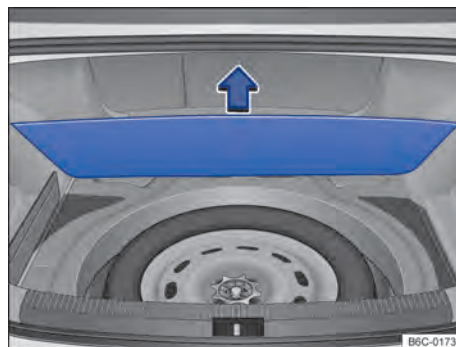

Fig. 155 En el maletero, por debajo del revestimiento del piso: rueda de emergencia y herramientas de a bordo.
Las herramientas de a bordo y la rueda de emergencia están ubicadas en el maletero, debajo de la alfombra → fig. 155.
- Levantar el revestimiento del maletero → fig. 155.